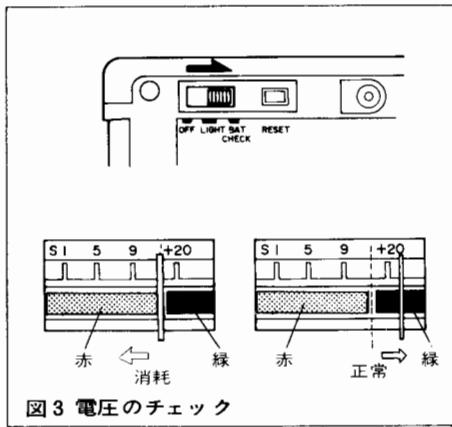

図3 電圧のチェック
- ① ランプ、バッテリーチェック切換スイッチ⑳をBATT/CHECKの所にします。
- ② 電源スイッチ(Power/VOL)を、時計方向へ回してONにします。照明用ランプが点灯し、メーターは電源電圧を指示します。
- ③ メーター指示が図3(消耗)の場合は、電池の容量が不足し、消耗していますからUM-3型マンガン又はアルカリ電池の場合は交換し充電用ニッカド電池であれば充電してください。